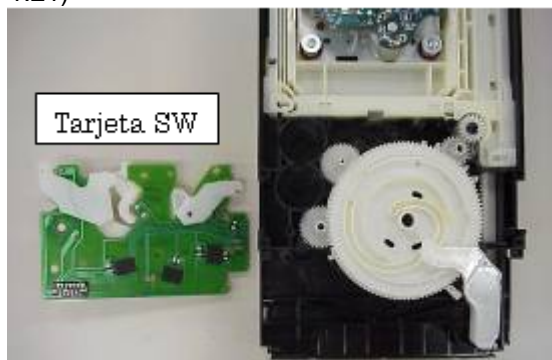

Fig. 1.21
4.3 Remueva la tarjeta SW. (Fig. 1.21)